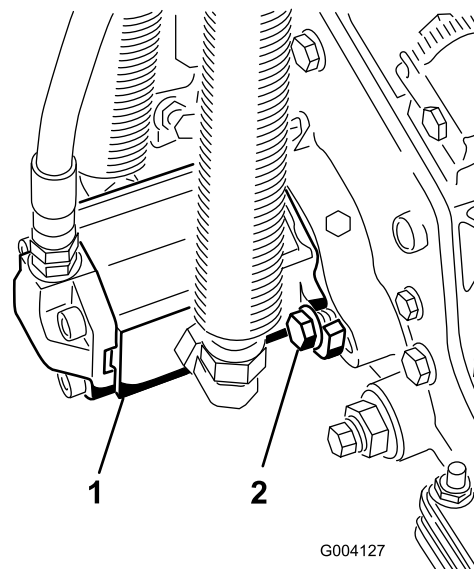

**Figure 10**
12. Fixez la chaîne du bras de relevage au support de la chaîne avec la goupille à fermoir (Figure 10). Utilisez